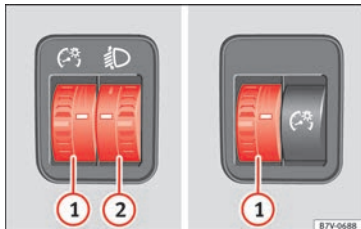

Fig. 140 Al lado del volante: reguladores de la iluminación de los instrumentos y los mandos ① y del alcance de las luces ②.
① Iluminación de los instrumentos y los mandos
Con las luces encendidas se puede regular la intensidad de la luz de los instrumentos y los mandos girando el mando » fig. 140 ①.
② Regulación del alcance de las luces
La regulación del alcance de las luces » fig. 140 ② se adapta según el valor del haz luminoso del faro al estado de carga del vehículo. Con ello el conductor tiene la mejor visibilidad posible y no deslumbra a quien circula en sentido contrario » △.
Para ajustar, gire el mando » fig. 140 ②: